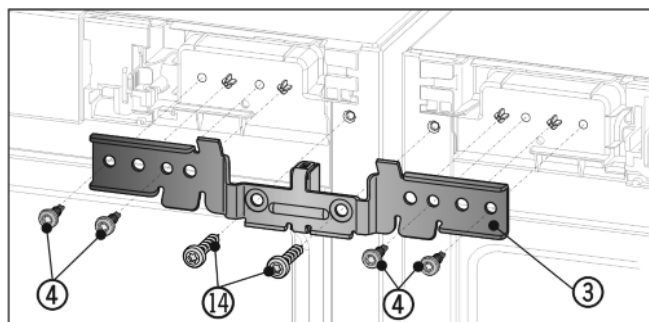

Fig. 7
- Надвинуть угол Fig. 7 (3) с помощью распорной детали между устройствами и на штыри. Слегка прикрутить угол четырьмя винтами Fig. 7 (4) и ранее выкрученными винтами заземления Fig. 7 (14) поочередно справа и слева.